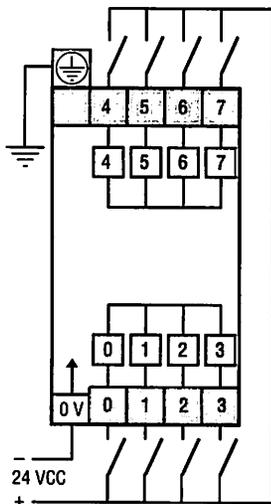

Fig. 14 : Module d'extension 8 entrées.
5.2. Module d'extension d'entrées (fig. 14)